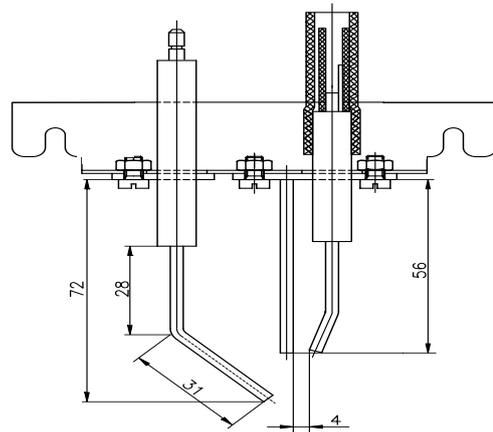

Abb. 34: Einstellung der Elektroden
7. Kontrollieren sie die Einstellung der Elektroden gemäß Abb. 34.